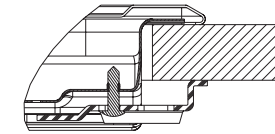

Fig. 1
3. Coloque las abrazaderas en las ranuras correspondientes indicadas por las flechas y fíjelas con tornillos apropiados al grosor de la encimera (consulte la fig. 1).